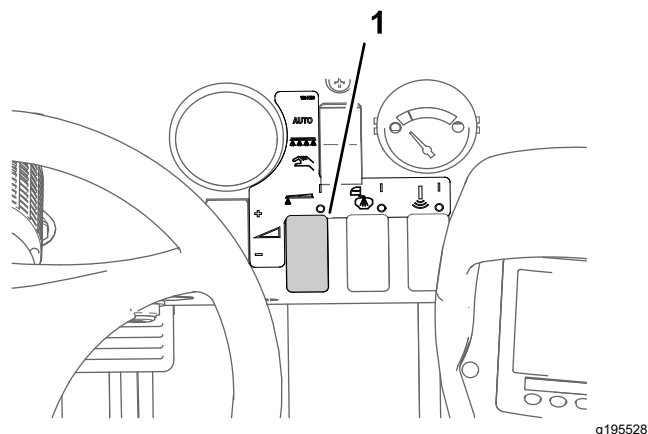

Рисунок 44
8. С помощью переключателя нормы внесения установите необходимое давление, как описано в руководстве по выбору сопел, поставляемому вместе с опрыскивателем (Рисунок 44).